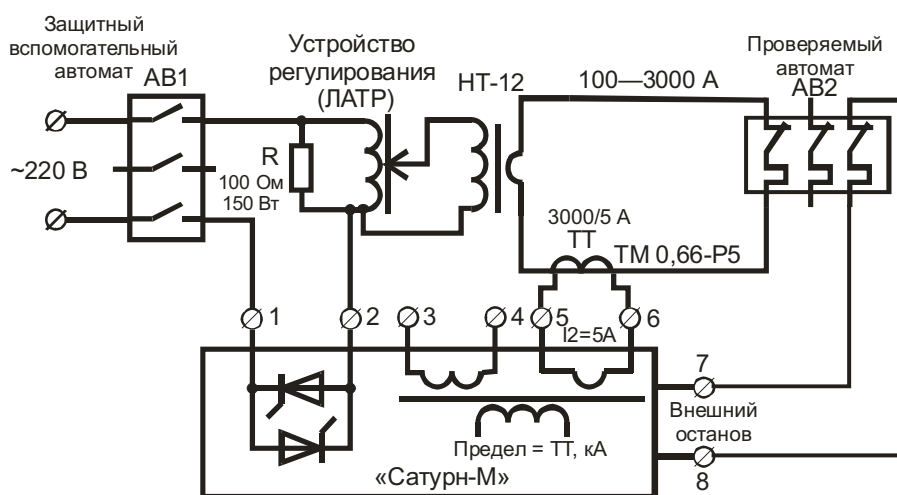
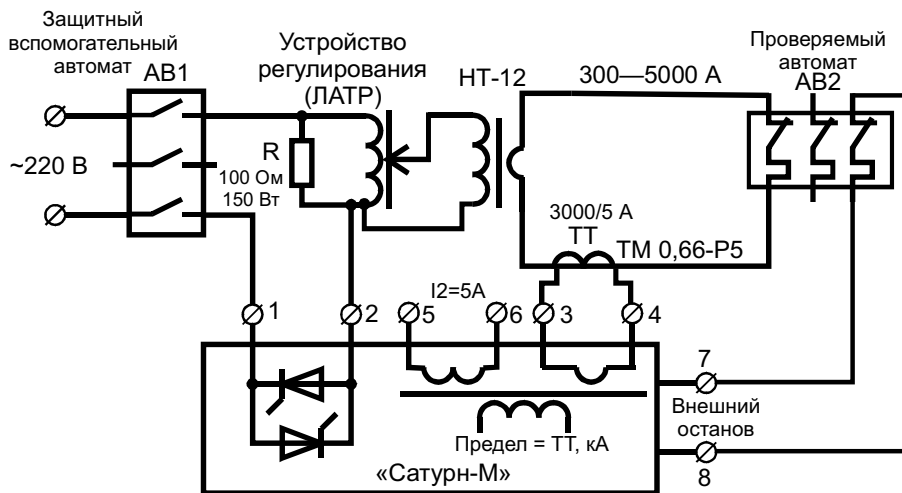

Рис.13 Получение токов до 2—3 кА с применением внешнего ИТТ ТМ-0,66-Р5. Необходимо задать уставку $I_{тт} = 3,00$ кА
Рис.15 Получение токов до 4—5 кА с применением внешнего ИТТ ТМ-0,66-Р5.
1. Для проверки полупроводниковых и электромагнитных расцепителей автоматических выключателей с помощью устройства «Сатурн-М» необходимо собрать одну из схем, приведенных на рис.13 — рис.15.